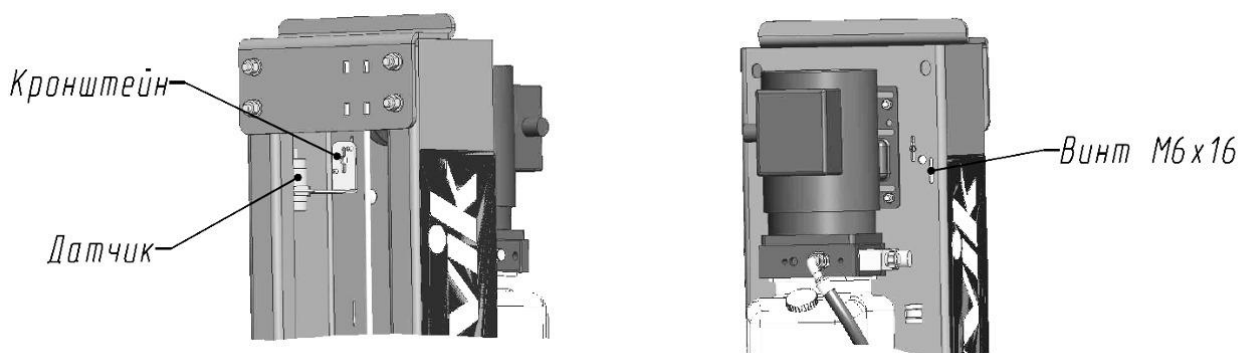

Рисунок 6 - Установка датчика верхнего положения каретки
6.11 Установка и настройка систем автоматического отключения привода насосной станции.(см. Рисунок 6)
6.11.1 Система автоматического отключения привода насосной станции срабатывает при достижении каретки крайнего верхнего положения (~ 1750 мм от основания стойки). Датчик верхнего положения кареток с кронштейном снимается при упаковке и поэтому его следует заново установить на верху правой стойки. Винты М6х16 (см. Рисунок 6) необходимо располагать в пазах стойки в среднем положении.